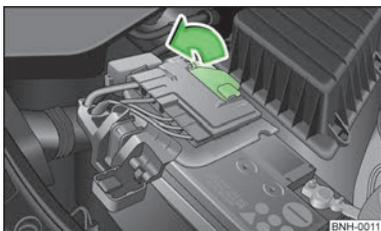

Fig. 120
- Abrir la cubierta en la dirección de la flecha » fig. 120.